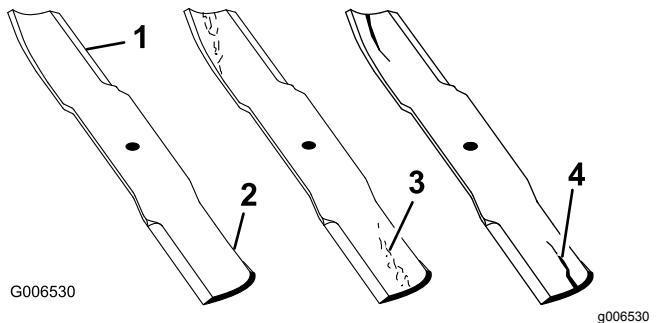

Figure 29
2. Examinez attentivement les tranchants de la lame, particulièrement au point de rencontre de la partie plane et de l'ailette (Figure 29). Le sable et les matières abrasives peuvent éroder le métal à cet endroit, c'est pourquoi il est important de contrôler l'état de la lame avant d'utiliser la machine. Remplacez la lame si elle vous semble usée (Figure 29) ; voir Dépose et pose des lames (page 21).
Si la lame est trop usée, une entaille se forme entre l'ailette et la partie plane (Figure 29). La lame peut alors se briser et un morceau peut être projeté du dessous de la machine, vous blessant gravement ou une personne à proximité.